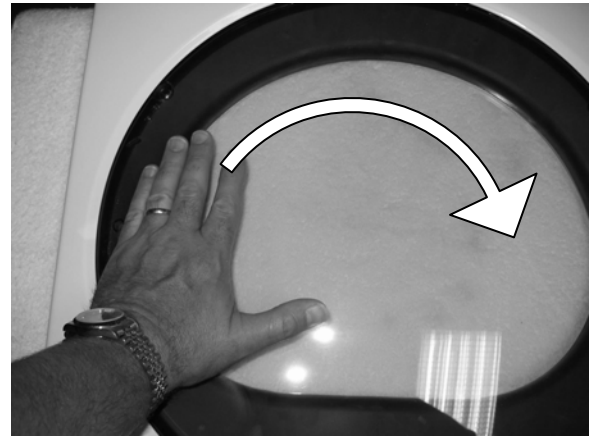

Figure 11
11. Tournez à nouveau le verre 180 degrés, de sorte que les trous soient alignés avec ceux de l'anneau. (Figure 11)
12. Enlevez quatre (4) vis du côté de la Porte, où était installée la charnière.
13. Installez quatre (4) vis pour tenir la charnière dans sa nouvelle situation, en assurant que la charnière ait l'orientation correcte.
14. Installez quatre (4) bouchons dans les trous où était soumise la charnière.